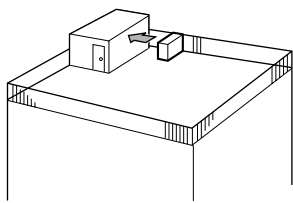

Fig. 3-2
- ① 让送风口面对最近的墙壁大约50cm。（Fig. 3-2）